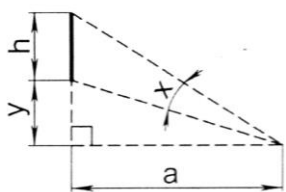

Рис. 5.15
5.22. Глядач перебуває на відстані  $a$  (рис.5.15) від площини екрана кінотеатру. Висота екрана  $h$ . На якій висоті від рівня очей глядача  $y$  має бути розташований нижній край екрана, щоб видимість була найкращою (кут зору  $x$  був би найбільший)?